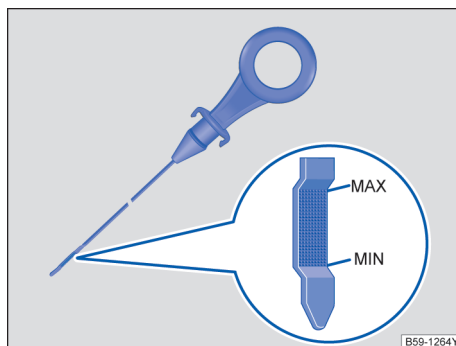

图 219 带液位标记的机油标尺
- “MAX”（机油标尺上拐点）标示的是机油液面高度的上限→图 219。
- “MIN”（机油标尺下拐点）标示的是机油液面高度的下限→图 219。